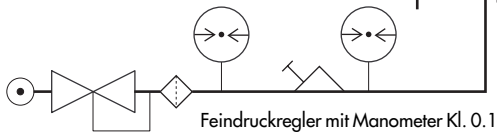

Bild 8 · Messbereichsverstellung und Prüfanordnung
- ▶ Die Einstellung soll am zweckmäßigsten am Prüfstand (Bild 8) erfolgen.
2. Abdeckschild (2, Bild 8) abschrauben.
3. Die beiden Skalenschrauben (5, Bild 8) herausschrauben, Zifferblatt nach vorn zum Zeiger ziehen und dann nach oben abnehmen.
4. Kontaktbaustein (2) von rechts auf das Messwerkträgerblech (3) aufschieben. Die Steuerfahnen müssen dabei freigängig in die Schlitzlöcher der Initiatoren hineinragen.
5. Kontaktbaustein (2) mit zwei Schlitzschrauben (5) am Messwerkträger befestigen.
7. Leiterplatte (1) von links in den Positionierschlitz legen und mit Kreuzschlitzschraube (6) befestigen.
8. Den Verschlussstopfen im Messwerkgehäuse gegen eine Kabelverschraubung (8) M12x1,5 austauschen.
10. Zifferblatt von oben wieder auf Messwerkträger schieben und mit den Skalenschrauben (2, Bild 8) befestigen. Dabei die Nullpunktstellung nach Kap. 5.1 beachten.